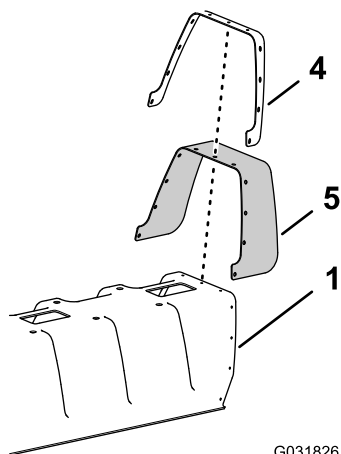

Рисунок 145
1. Используя дрель со сверлом 5 мм ($\frac{3}{16}$ дюйма), высверлите 11 закладных заклепок (Рисунок 145), которые крепят усиливающую пластину (с одним рядом заклепок) и резиновый кожух к концу кожуха секции с 11 соплами для средней секции опрыскивателя, снятого при выполнении пункта 2 раздела 6 Демонтаж кожуха средней секции (с 11 соплами) дополнительного комплекта закрытой стрелы (страница 22).
2. Снимите усиливающую пластину, 11 шайб (3/16 дюйма) и резиновый кожух с кожуха стрелы с 11 соплами (Рисунок 145).